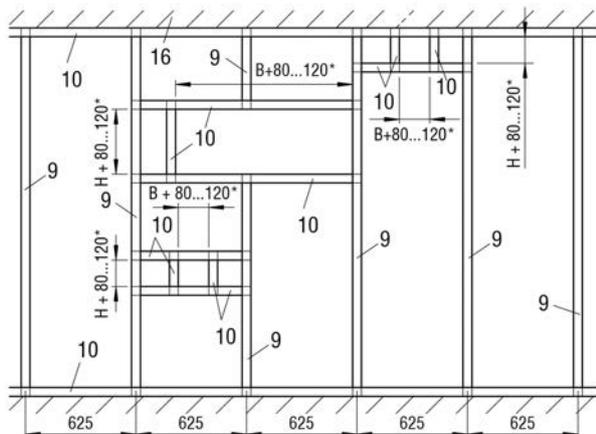

Abbildung 41: Metallständerwerk mit erforderlichen Auswechslungen für Nasseinbau (Maßangaben ohne Laibung)
*Bei Verwendung einer Laibung (Pos. 20; umlaufend 12,5 mm) sind die Öffnungsmaße (s. Abbildung 41) um 25 mm zu vergrößern.
- Metallständerwerk und Wand gemäß den Angaben des Wandherstellers herstellen und Auswechslungen entsprechend der Abbildung 41 vorsehen.
- Metallständerwerk und Wand gemäß den Angaben des Wandherstellers herstellen und Auswehlungen entsprechend der Abbildung 41 vorsehen. Vor der Anbringung des für den umlaufenden Metallprofilrahmen notwendigen UW-Profils (Pos. 10) im Deckenbereich ist gemäß den Angaben des Wandherstellers ein Mineralwollestreifen ca. 50x40 mm (Pos. 11.1) in das UW-Profil an der Decke einzubringen.